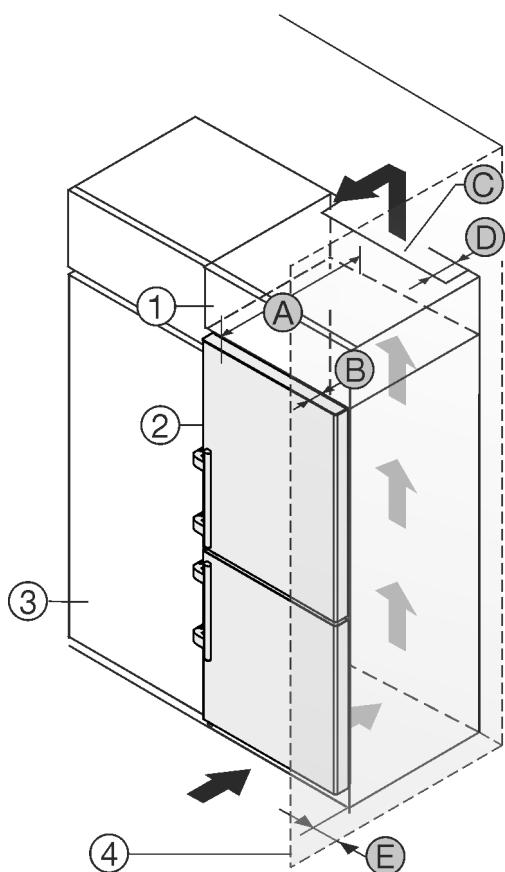

Fig. 47
此冰箱可安装在厨柜内。为了使冰箱 Fig. 47 (2) 与厨柜高度一致，可在冰箱上面放置一个附加柜 Fig. 47 (1)。
如果冰箱直接安放在厨柜 Fig. 47 (3) 旁边，至少需要与冰箱保持 5cm 的距离。为了能完全打开门，冰箱必须凸出厨柜正面一定深度 Fig. 47 (B)。根据厨柜的深度，使用壁距调整垫片可以使冰箱更为凸出。
- 在附加柜背面必须有一个竖风道，其深度 Fig. 47 (D) 应超过整个附加柜宽度。
- 盖板下必须保有通风横截面 Fig. 47 (C)。
如果将带铰链的冰箱放置在墙壁 Fig. 47 (4) 边，冰箱和墙壁必须保有距离 Fig. 47 (E)。这取决于冰箱门打开时把手与墙壁的距离。